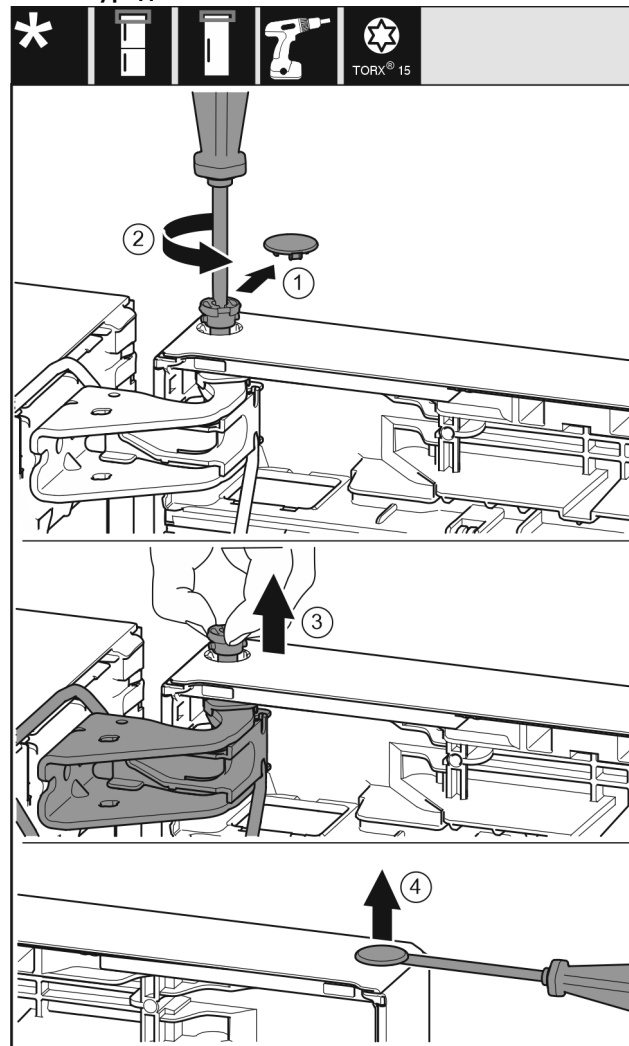

Fig. 22
- ▶ Свалете внимателно предпазния капак. Fig. 22 (1)
- ▶ С отвертка T15 отвийте малко болта. Fig. 22 (2)
- ▶ Задържете здраво вратата и извадете болта с пръсти. Fig. 22 (3)
- ▶ С плоска отвертка внимателно повдигнете тапата от лагерната втулка на вратата и я извадете. Fig. 22 (4)